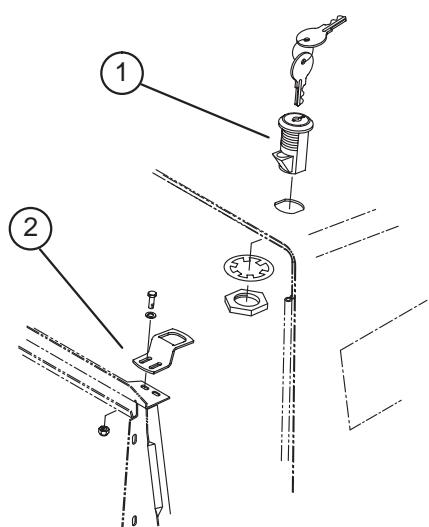

図3
3. 錠を取り付ける(ロックワッシャ、ナットを使用する)。錠のラッチがマシン側に向くように取り付ける(図3)。
4. ラジエーターのサポートにラッチ用ブラケットを仮止めする(図3; 1/4 × 3/4" キャップスクリュ、平ワッシャ、ロックナットを使用する)。